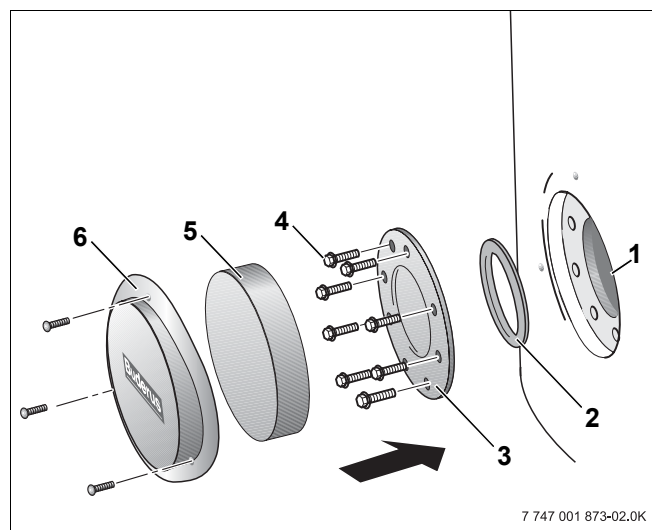

Рис. 13 Монтаж люка для чистки
- Мы рекомендуем после чистки установить новое уплотнение крышки люка (рис. 13, **поз. 2**), чтобы избежать появления неплотностей в баке.
- Установить на прежнее место крышку верхнего смотрового люка (рис. 13, **поз. 3**) вместе с уплотнением (рис. 13, **поз. 2**).
- Рукой закрутить болты (рис. 13, **поз. 4**) на крышке люка.
- В заключение затянуть винты с шестигранной головкой (рис. 13, **поз. 4**) динамометрическим гаечным ключом с усилием 25-30 Нм.
- Уложить теплоизоляционную шайбу (рис. 13, **поз. 5**) и установить крышку (рис. 13, **поз. 6**).